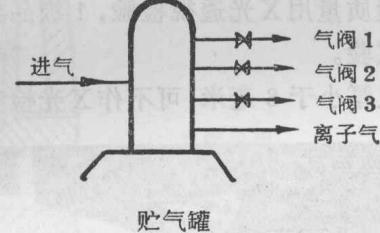

图 6 离子衰减装置图
(2) 离子气衰减是采用控制贮气罐的三个气阀达到的(见图 6)。